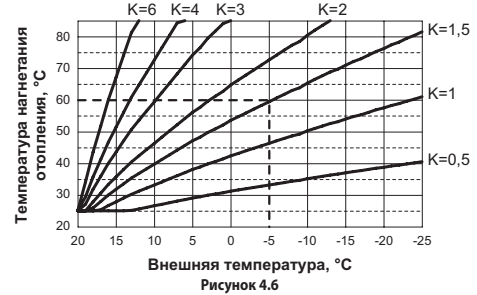

Рисунок 4.6
В котле установлено значение коэффициента К, равное нулю, на случай работы без подсоединенного датчика. Если к котлу **ПОДСОЕДИНЕН** пульт дистанционного управления (дополнительно), см. Рисунок 4.6. В этом случае настройка коэффициента К производится дистанционно.
Коэффициент К - параметр, повышающий или уменьшающий температуру на нагнетании отопления при изменении внешней температуры. При установке внешнего датчика, необходимо установить данный параметр в зависимости от производительности системы отопления для оптимизации температуры нагнетания (Рисунок 4.6).
Например, для обеспечения температуры нагнетания системы отопления 60 °С при внешней температуре -5 °С, необходимо установить коэффициент К на 1,5 (пунктирная линия, см. Рисунок 4.6).
- Используя кнопку 1 или 2, можно просмотреть и/или изменить значение параметра 15 с минимум 01 до максимум 60 в зависимости от выбранной кривой коэффициента К, см. Рисунок 4.6 (на дисплее показано десятичное значение коэффициентов К). На дисплее появится надпись "SET" (Рисунок 4.9).